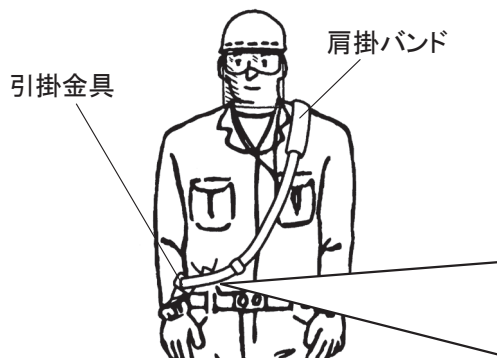

図.1
(1) 肩掛バンドの装着・使い方
- ① 肩掛バンドは消耗品です。切れ、ほつれ、損傷などが無いことを確認し、図.1のように装着してください。